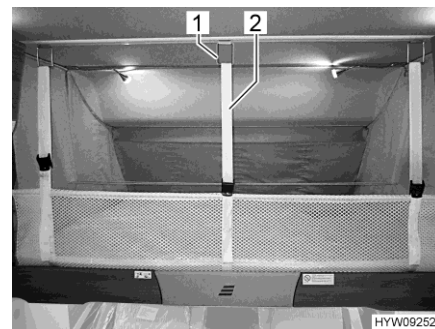

Fig. 92 Rete protettiva (letto basculante)
- Staccare le cinture di ritegno (Fig. 92,2) e sistemare la rete protettiva sotto il materasso.
- Agganciare le cinture di ritegno (Fig. 92,2) ai ganci (Fig. 92,1) del soffitto.